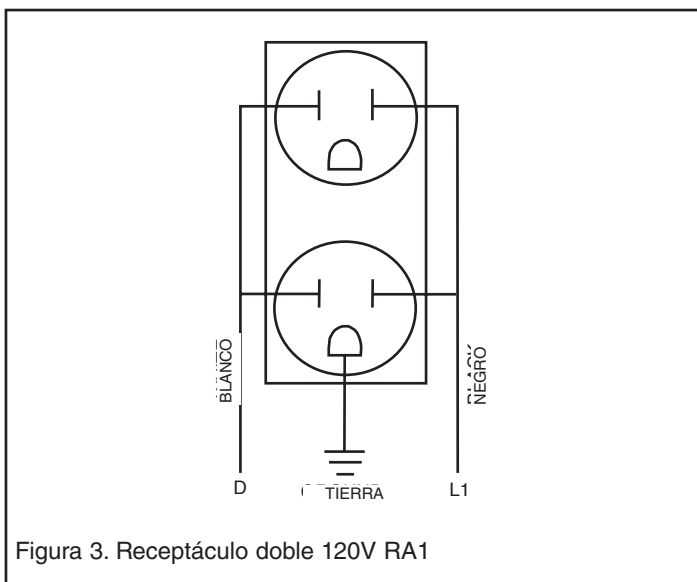

Figura 3. Receptáculo doble 120V RA1
5. Conecte la alimentación del circuito derivado al receptáculo doble tal y como se muestra en el diagrama de cableado, (Figura 3).